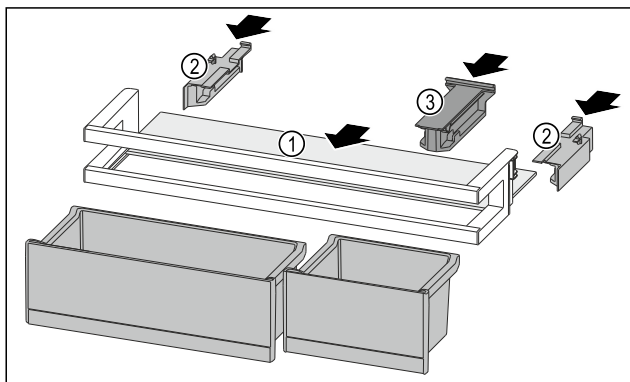

Fig. 95
- Odkládací plochu Fig. 95 (1) zasuňte do bočních vybrání.
- Boční díly Fig. 95 (2) vložte.
- Držák Fig. 95 (3) vložte.